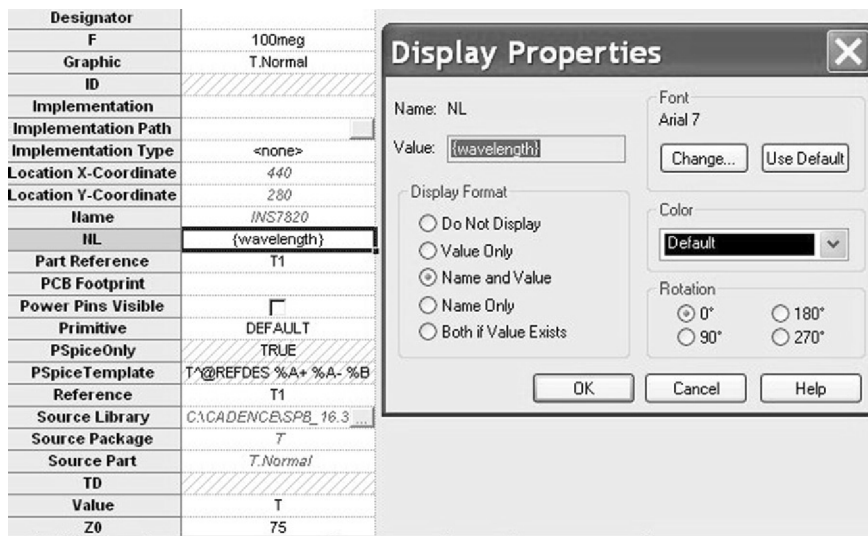

图 17.21 显示 NL 属性的名称和参数值
5. 在属性编辑器中选中波形属性，然后通过 **rmb > Display** 对其显示进行设置，在图 17.21 中选择 Name and Value 对其名称和参数值进行显示。切记不要关闭属性编辑器，继续进行设置。